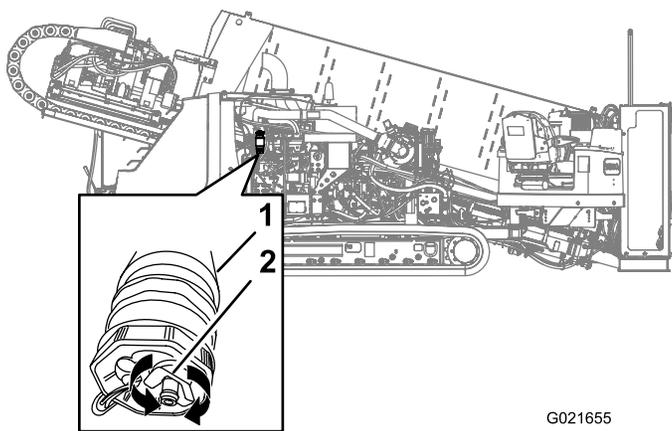

Bild 127
3. Stellen Sie eine Auffangwanne unter den sekundären Kraftstofffilter (Bild 127).
4. Drehen Sie das Abflussventil unten am sekundären Kraftstofffilter zwei oder drei Umdrehungen nach links und lassen Sie Wasser und Ablagerungen aus dem Kraftstofffilter ablaufen (Bild 127).